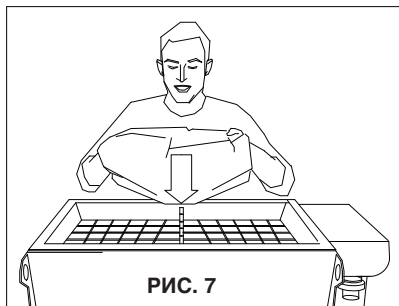

РИС. 7
- Поместите мешки со смесью на решетку с ножом для вспарывания (поз. 10, рис. 1), приподнимите мешок за оба его края так, чтобы его содержимое полностью высыпалось в бункер (рис. 7).